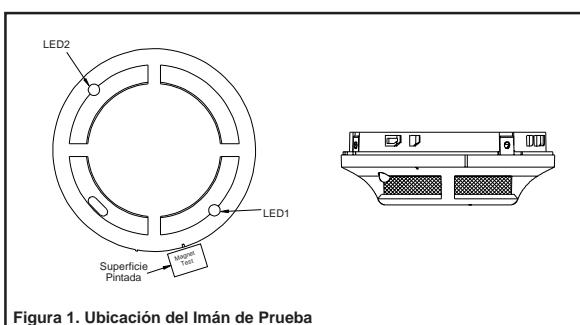

Figura 1. Ubicación del Imán de Prueba
- Pruebe el sensor situando el imán de prueba (Modelo M02-04 - opcional) al lado de la carcasa exterior a unos 2 cm de distancia del LED1 en dirección al enchufe, según se indica en la **Figura 1**.